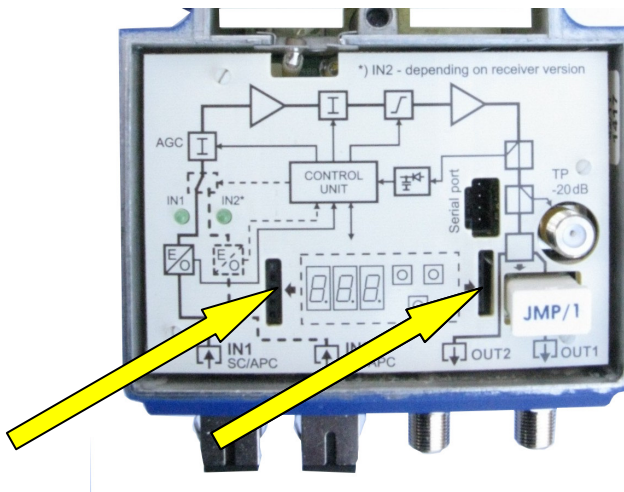

Рис. 8.1. Расположение слотов для установки модуля местного мониторинга.
Чтобы установить модуль местного мониторинга C-729, следует вставить его в разъем, предназначенный для этой цели - см. рисунок 8.1.
- Рис. 8.1. Расположение слотов для установки модуля местного мониторинга.